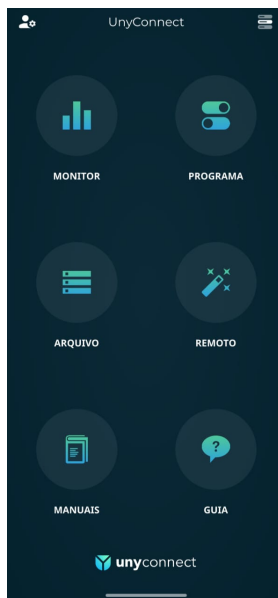

Figura 9 - Menu geral
8. Antes de alterar o set point de pressão de trabalho, consulte o item 9 - Guia de Parametrização.
9. Após conferência e alteração dos parâmetros necessários, descritos no item 9, acesse o menu geral e selecione a opção PROGRAMA, conforme Figura 9.
7. Após verificado a frequência de referência, acesse o menu geral e selecione o menu PROGRAMA, conforme Figura 9.